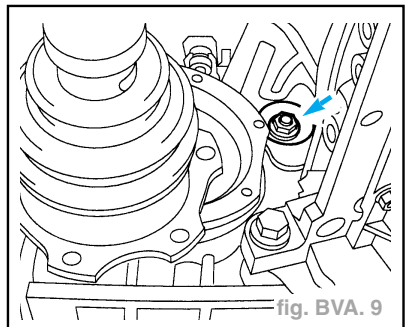

fig. BVA. 9
- Dévisser les 3 écrous (flèche), faire avancer chaque fois le vilebrequin de 1/3 de tour. (fig. BVA. 9)